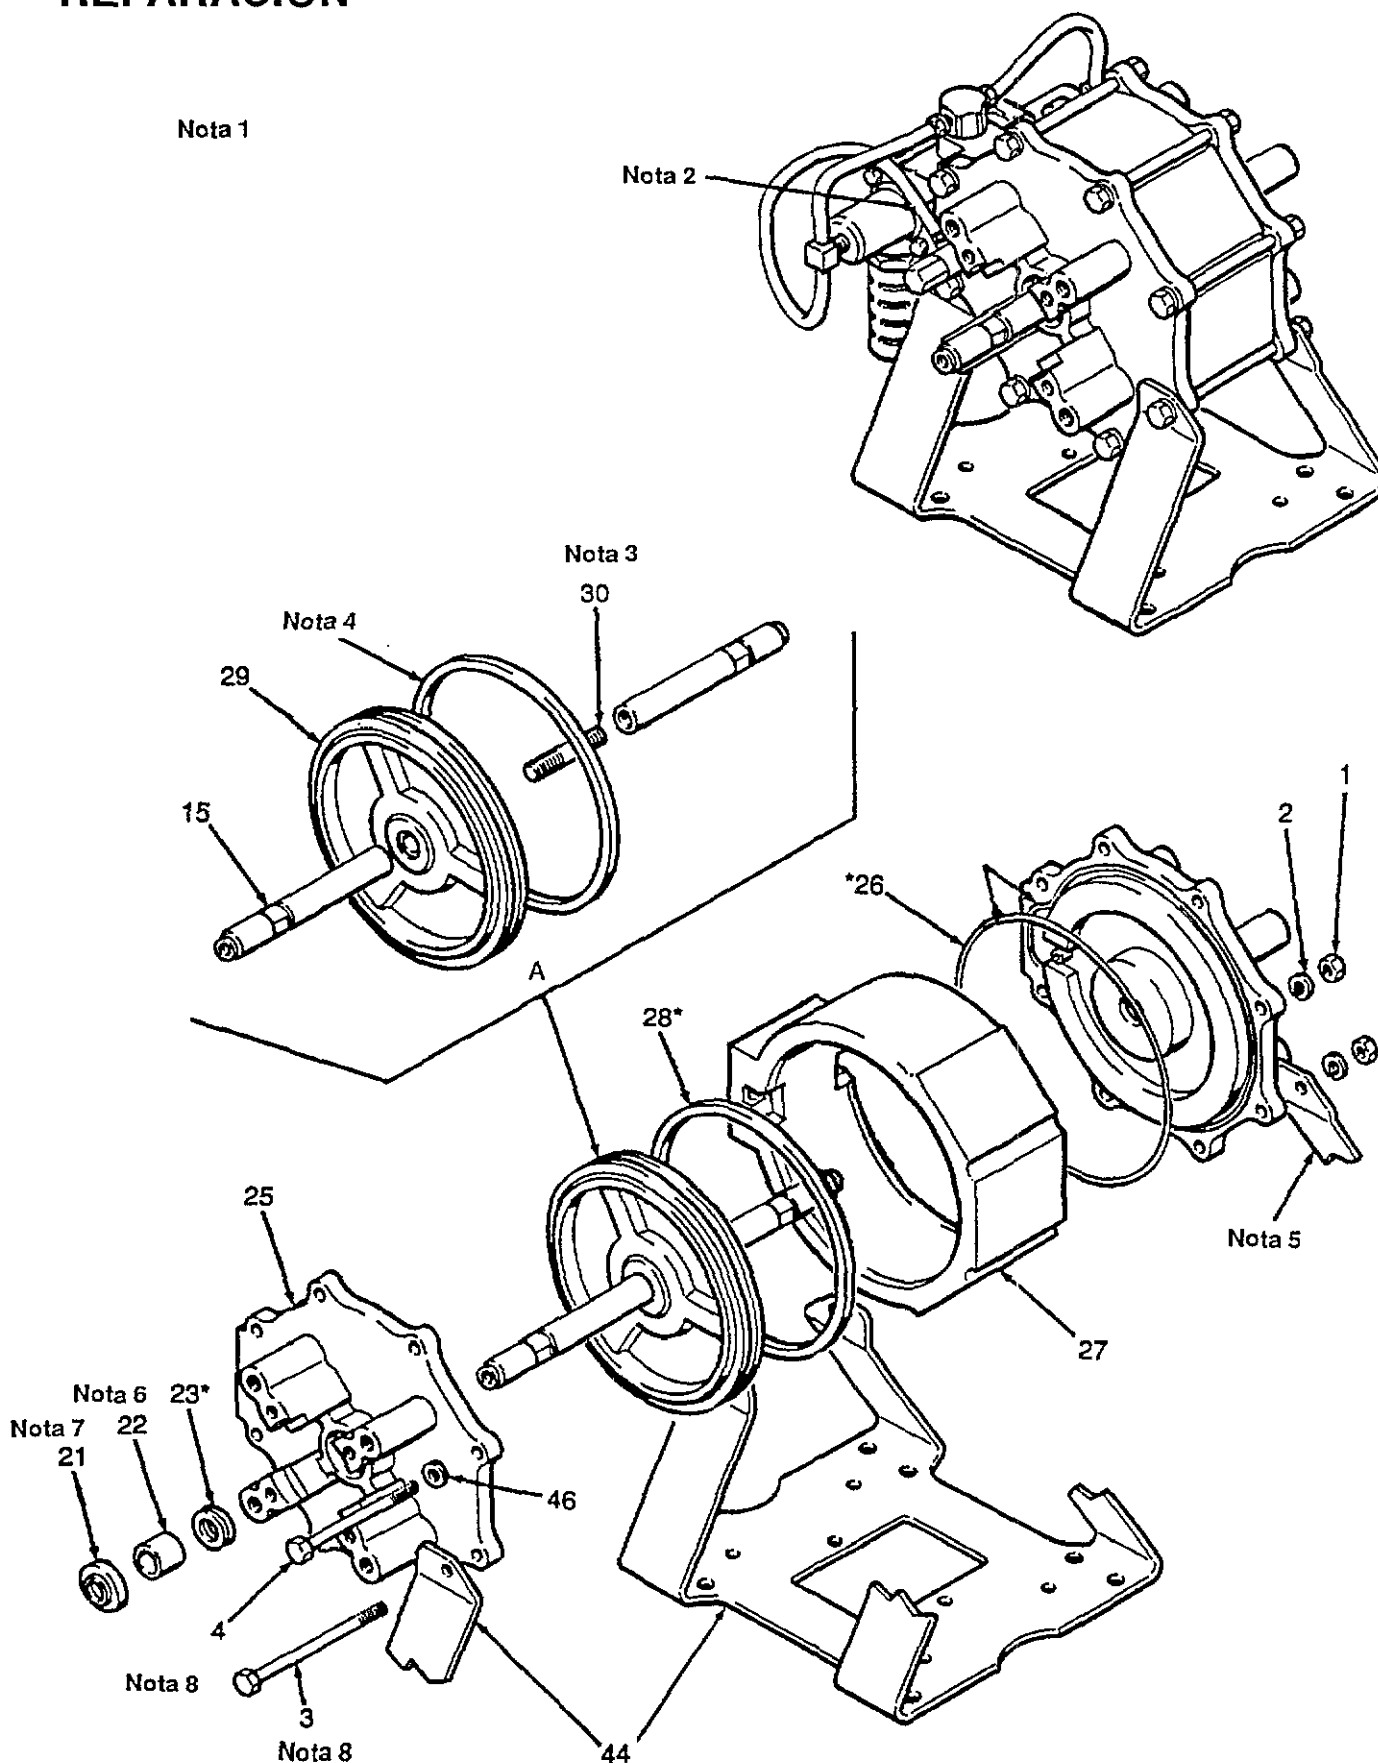

Fig. S-2
3. Sacar los tornillos (3 y 4), arandelas (46), tuercas (1) y arandelas retén (2) del sombrerete del cilindro (25). Ver la Figura S-2.
4. Retirar la bomba del soporte de montaje (44).
5. Sacar los sombreretes del cilindro (25) de ambos extremos del motor neumático. Si las mangueras no están desconectadas o las válvulas piloto desmontadas, tener mucho cuidado de no tirar de las mangueras al retirar los sombreretes.
1. Aplicar grasa a base de litio a todas las guarniciones, juntas y al interior del cilindro del motor neumático (27) antes de proceder al montaje.
2. Si se retiraron los ejes del pistón (15) del vástago (30), aplicar producto impermeable de alta resistencia (como Loctite) 102-969, ver ACCESORIOS) a las roscas del vástago del pistón y montar como se muestra en la Figura S-2.
3. Instalar el anillo espaciador (28\*) en la ranura del pistón (29). Instalar el conjunto del pistón (A) en el cilindro del motor neumático (27).
4. Instalar una copela-u (23\*) en cada sombrerete del cilindro (25). Las pestañas de la copela-u deben estar orientadas hacia adentro, hacia el centro de la bomba, como se ilustra en la Figura S-2.
6. Si se retiraron los cojinetes (22), instalar uno en cada sombrerete del cilindro (25). Ajustar el cojinete a presión a ras, utilizando la herramienta para Cojinete/Leva 183-888 y una prensa.
7. Instalar una leva de eje (21) en cada sombrerete del cilindro (25) con la parte de latón orientada hacia afuera, en dirección opuesta al centro de la bomba, como se muestra en la Figura S-2. Presionar cuidadosamente en su sitio, utilizando la herramienta para Cojinete/Leva 183-888, para evitar el daño de la parte de latón.
8. Instalar una junta tórica (26\*) en la ranura de cada sombrerete de cilindro (25). Deslizar un sombrerete de cilindro (25) en cada extremo del motor neumático.
9. Fijar el soporte de montaje (44) y sombreretes del cilindro (25) a la bomba con los tornillos (3 y 4), arandelas (46), tuercas (1) y arandelas retén (2). Apretar los tornillos con par 10-17 N.m.